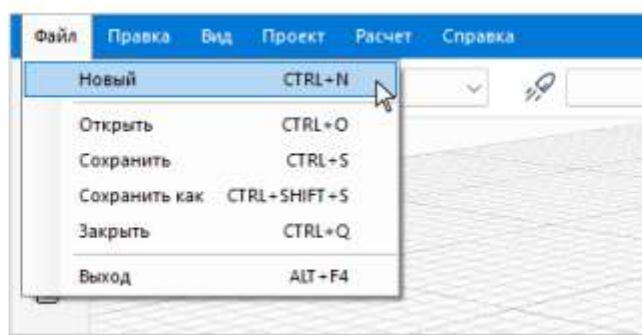

Рисунок 4.2 – Создание нового проекта
- выполнив команду **Файл → Новый** (см. Рис. 4.2);